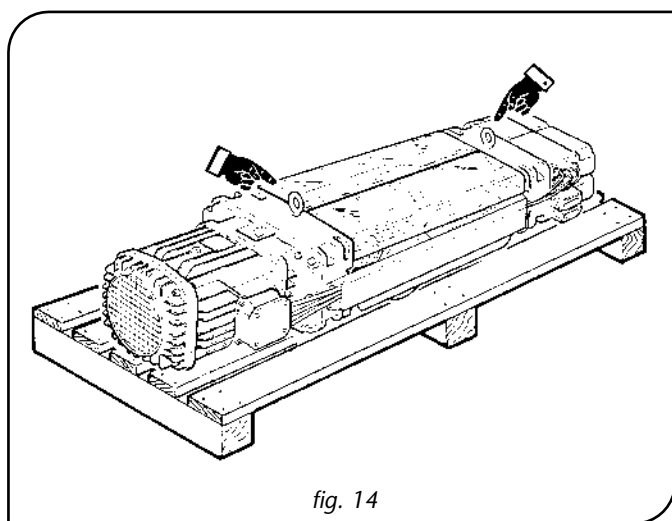

fig. 14
1. Le palan DRH est toujours muni d'anneaux de levage sur la partie supérieure des brides de montage, permettant la manipulation à l'aide d'un accessoire de levage (chaîne à 2 brins ou élingue à câble) équipé d'un crochet approprié (figure 14).
Si le palan doit être ôté de la palette, utiliser les anneaux de levage et l'appareil de levage comme expliqué au point (A - 1) (figure 14).
Pour le prélèvement du palan de la caisse ou de la cage, utiliser uniquement un appareil de levage/un accessoire de levage/les anneaux de levage comme expliqué au point (A-1) - (figure 14).